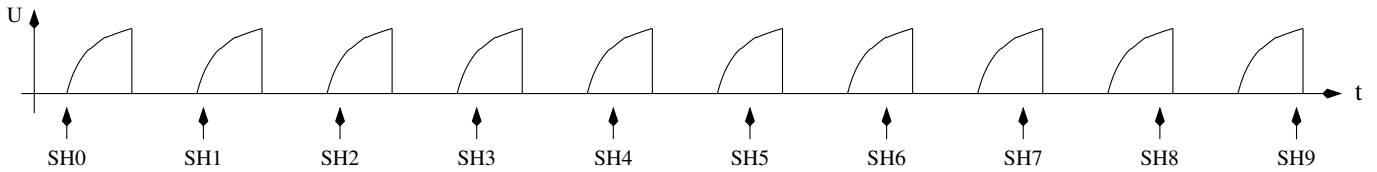

Abbildung 5.30. Abtasten eines Spannungsverlaufs mit der Samplingmethode
Der Funkamateurl Pieter-Tjerk (PA3FWM) hat für die Messung sehr kleiner Kapazitäten ( $< 100\text{pF}$ ) mit hoher Auflösung die Fähigkeiten des Testers um die Sampling ADC Methode erweitert. Die Wandlungsdauer des ADC reicht eigentlich nicht aus, um schnelle Vorgänge abtasten zu können. Bei der Abtastung der Spannung wird das Eingangssignal aber zu einer exakt festgelegten Zeit abgetastet, der Sample und Hold Zeit (SH). Der ADC braucht für eine komplette Wandlung 13 Takte, wobei der ADC Takt durch Teilung des Prozessortaktes durch 128 oder 64 gewonnen wird. Die Abtastung des Spannungswertes findet immer genau bei ADC-Takt Nummer 1.5 statt. Wenn nun das abzutastende Spannungssignal immer wieder neu erzeugt werden kann, kann man durch Verschiebung der Abtastzeit das komplette Signal mit dem Raster der Verschiebung abtasten. Eine normale ADC-Wandlung dauert bei 8 MHz Prozessortakt  $13 \times 64 = 832$  Taktzyklen. Wenn das Signal nun mit einem 831 Takte Zyklus wiederholt wird, würde die ununterbrochene ADC-Wandlung (Freilauf-Modus) das Signal bei jeder fortlaufenden Wandlung einen Prozessortakt später abtasten. Mit dieser Methode muß dafür gesorgt werden, daß die erste ADC-Abtastung des Signals zu der gewünschten Startzeit beginnt. Die Zeiten der fortlaufenden ADC Werte verschieben sich dann jeweils um einen Prozessortakt relativ zum neu erzeugten Signal. Wenn die Wiederholung des Signals gut gelingt, entspricht das aus vielen Signalwiederholungen zusammengesetzte Signal dann dem ADC Signal, das mit Prozessortakt (8 MHz) abgetastet und gewandelt würde. Die Abbildung 5.30 zeigt das Prinzip der Abtastung mit einem zehnmal wiederholten Signal um daraus 10 Abtastwerte (SH0 - SH9) zu gewinnen. Für den